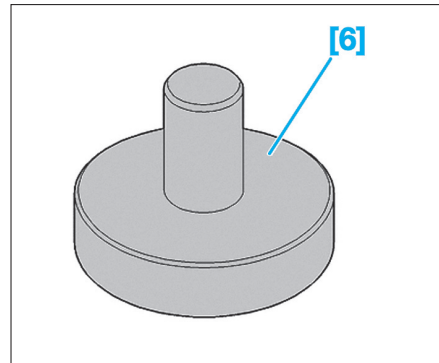

Fig. 52
- [6]. Tampon d'emmanchement de la cible d'anti-blocage de roue arrière (réf : 0819) (Fig.52).